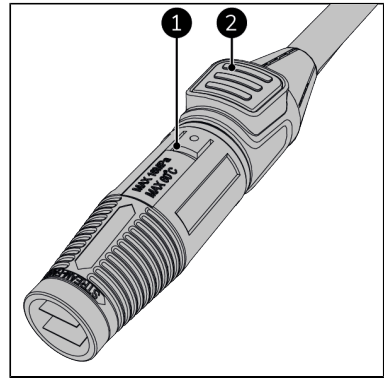

Figure 77.
15. Retirez la buse ou le nettoyeur de sol (Figure 77, pos. 1) en appuyant sur la touche de déblocage (Figure 77, pos. 2) du pistolet à jet.